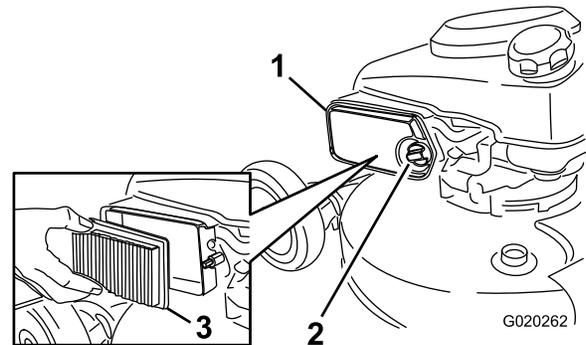

Figura 36
1. Desenrosque el pomo y abra la tapa (Figura 36).
2. Cambie el elemento del limpiador de aire (Figura 36).